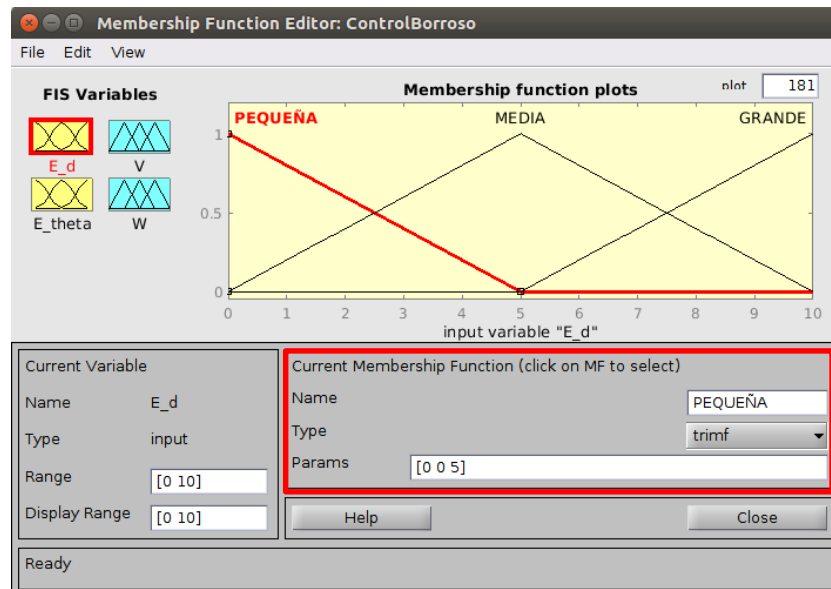

Figura 7. Definición de funciones de pertenencia de cada variable.
- iii. Cree las funciones de pertenencia del tipo que considere necesarias en cada una de las variables definidas en la entrada y la salida (véase Figura 7). Utilice nombres para los conjuntos borrosos que tengan un significado claro como NEGATIVO, POSITIVO, GRANDE, PEQUEÑO, etc.